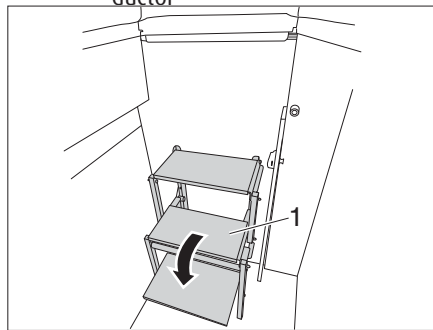

Fig. 56 Desplegar la escalera
- Desplegar la escalera (Fig. 56,1).
- Plegar la escalera (Fig. 56,1).